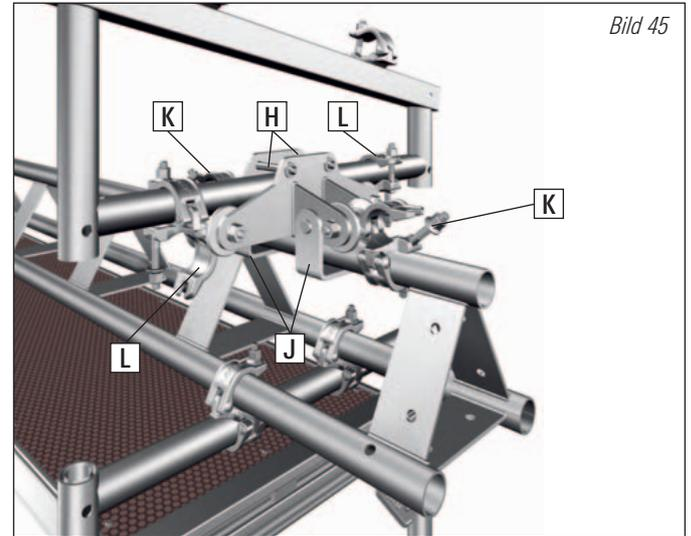

Bild 45
Zum Sichern des Daches gegen Abheben sind die U-förmigen Abhubsicherungen (J) an den Rollwagen einzubauen (siehe Bild 45). Außerdem sind, als Sicherung gegen Verschieben, Normkupplungen am Obergurt der Fahrschiene, rechts und links des Fahrwagens, einzubauen (K). Um die Verschiebung in Querrichtung zu verhindern, sind **auf einer Seite des Daches** ebenfalls Kupplungen am Rohr des Dachauflagers einzubauen (L).